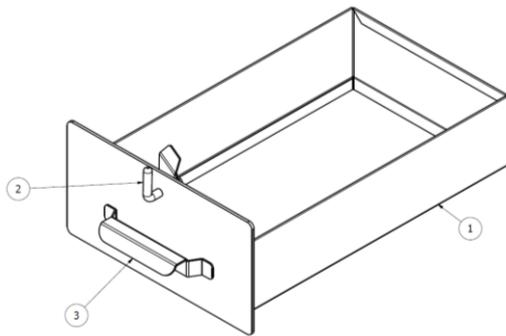

Figure 12
- Vider le **cedrier** (figure 12) chaque jour avant la mise en marche de la cuisinière, ou même plus souvent au besoin. C'est important pour assurer un débit d'air de combustion continu.